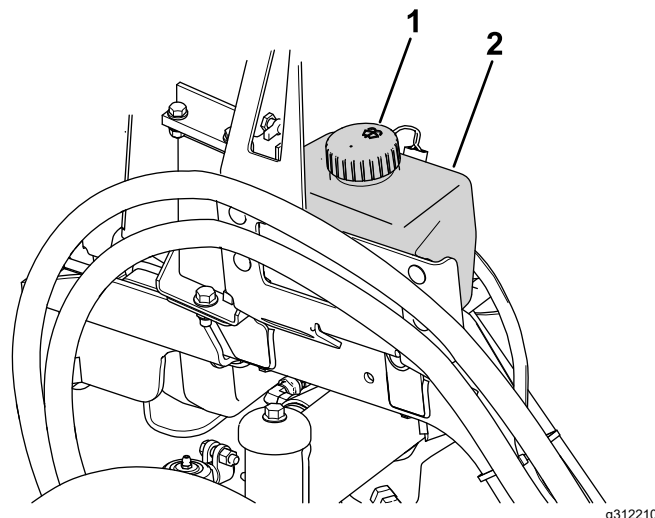

Figura 86
1. Togliete il tappo (**Figura 86**) dal serbatoio.